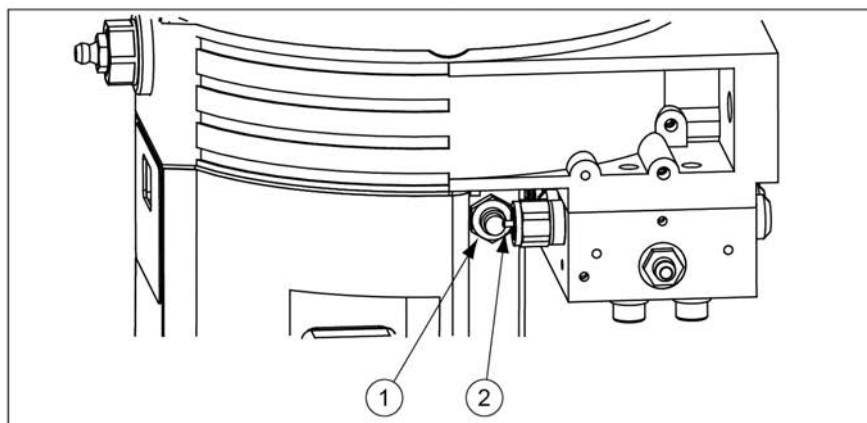

FIGURE 11. INTERRUPTEUR DE DÉTECTION (1) BROCHES DE COMMANDE (2)
1. appuyer sur le bouton de fonctionnement (2) pour valider l'anomalie. Le message (clignotant) passe en mode allumé en continu.
3. Appuyer sur le bouton de fonctionnement (2) (pendant 2 secondes) pour déclencher les cycles de lubrification jusqu'à ce que la broche (de commande) indicatrice passe à l'interrupteur de détection. Cf. Figure 11.